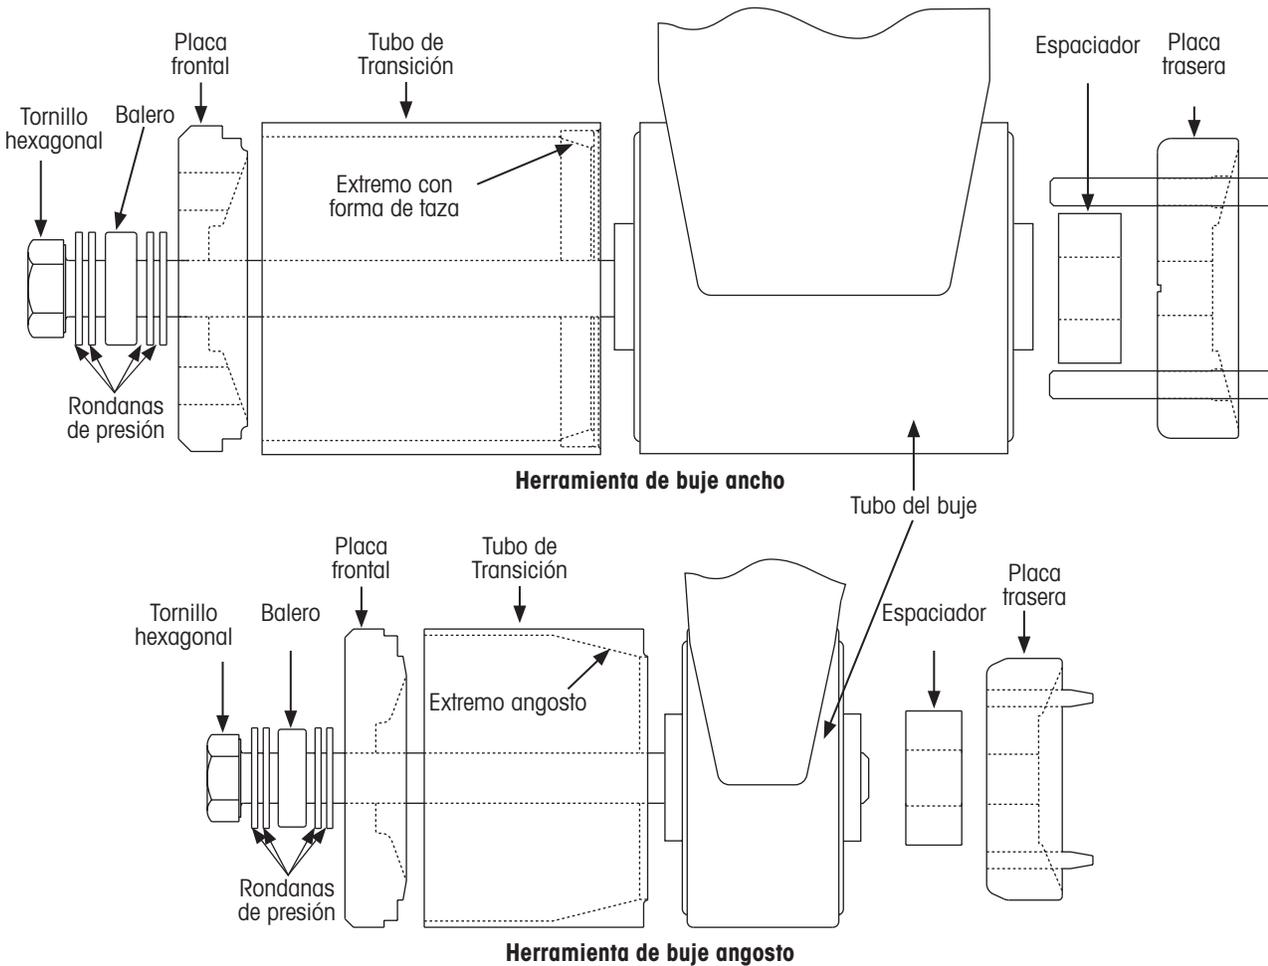
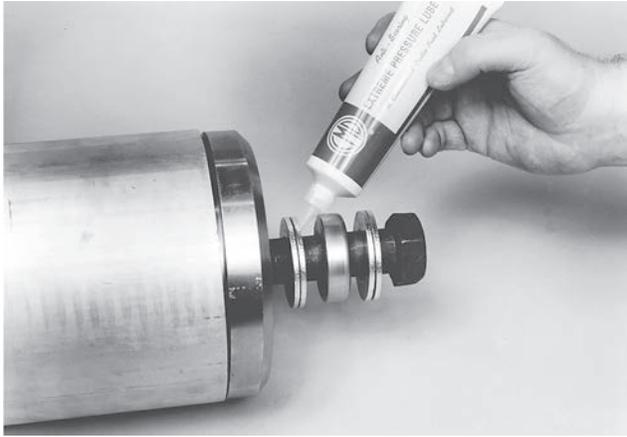

Figura 18: Ensamble de herramienta del buje para el desmontaje
Figura 19: Aplique lubricante a las rondanas de presión
5. Con el tubo de transición vacío, **Ensamble** la herramienta de reemplazo del buje como se muestra en la Figura 18.
IMPORTANTE: Para la extracción del buje, asegúrese de que la herramienta esté montada de tal manera que el extremo del tubo de transición con la copa del balero (herramienta ancha) o cónica (herramienta angosta) pueda colocarse contra el tubo del buje como se muestra en la Figura 18.
Debe haber dos rondanas de presión lubricadas en cada lado del balero como se muestra en la Figura 18 y Figura 19.
6. **Aplique** lubricante de presión extrema a las superficies externas del balero (Figura 19).